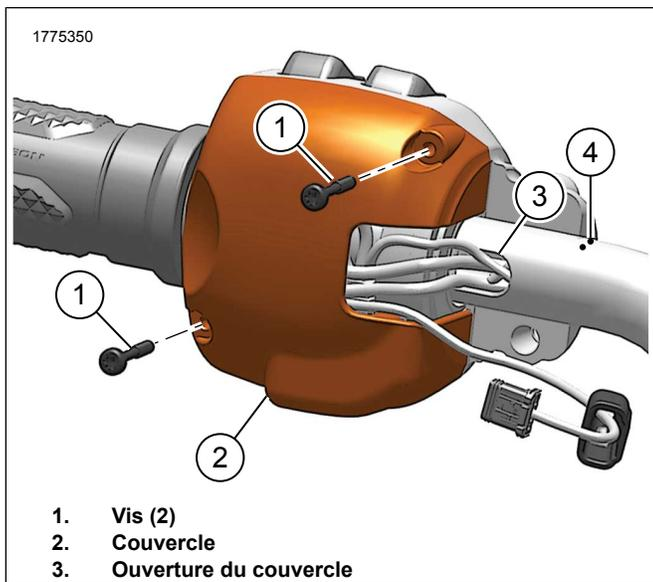
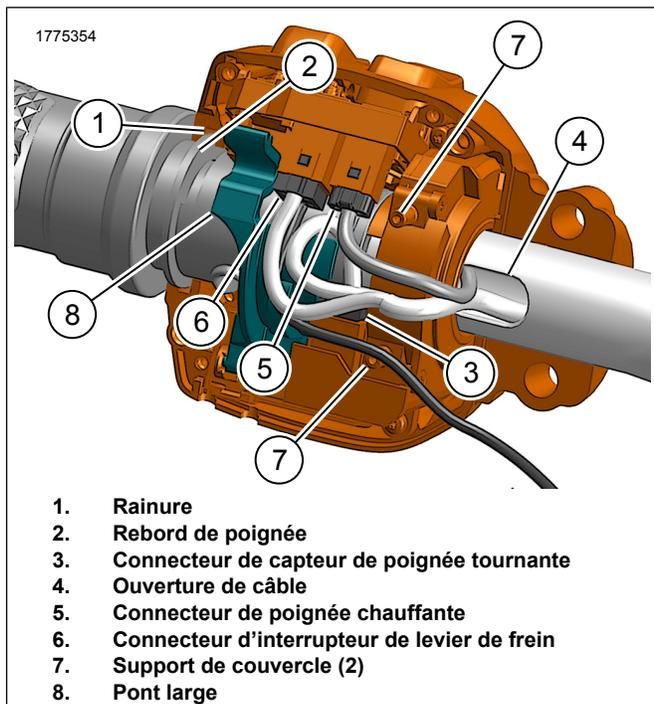
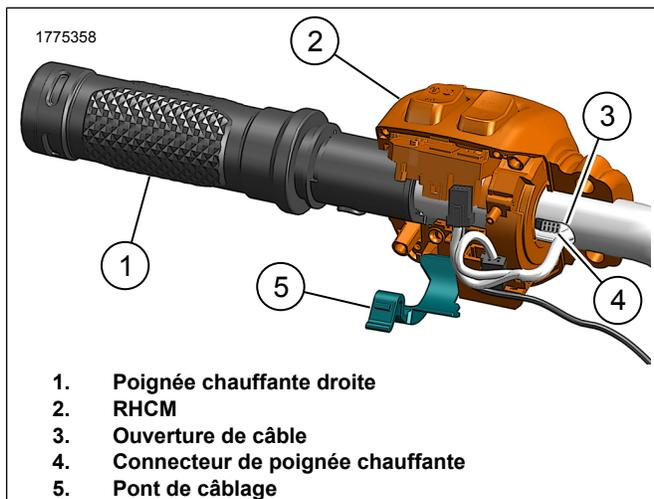

Figure 9. Couvercle du RHCM
Figure 10. Connexions du RHCM
Figure 11. Retrait/installation de la poignée droite
2. Voir la figure 9. Déposer le couvercle de RHCM .
- a. Déposer les vis (1).
- b. Déposer le couvercle (2).
3. Voir la figure 10. Débrancher les connecteurs.
- a. Débrancher le connecteur de l'interrupteur du levier de frein (6).
- b. Débrancher le connecteur chauffant de la poignée (5).
- c. Débrancher le connecteur du capteur de poignée tournante (3).
4. Voir la figure 11. Retirer la poignée chauffante droite.
- a. Ouvrir le pont de câblage (5).
- b. Retirer la poignée (1) tout en passant le connecteur de la poignée (4) par l'ouverture du câble (3).
- c. Retirer la poignée (1).
5. Déposer le RHCM (2).
1. Voir la figure 11. Installer la poignée chauffante droite.
- a. Passer le câble de la poignée à travers le guidon tout en guidant la poignée droite (1).
- b. Sortir le connecteur de la poignée (4) par l'ouverture du câble (3).
- c. Voir la figure 10. Installer la lèvres (2) de la poignée dans la rainure (1) sur le RHCM .
- d. Fermer le pont de câblage (8).
2. Installer le RHCM (2) sur le guidon.
3. Voir la figure 10. Brancher les connecteurs.
- a. Brancher le connecteur de capteur de poignée tournante (3).
- b. Brancher le connecteur de l'interrupteur de levier de frein (6).
- c. Brancher le connecteur de poignée chauffante (5).
- a. Voir la figure 10. Vérifier que les câbles se trouvent entre les supports du couvercle (7).
- b. Voir la figure 9. Guider les câbles à travers l'ouverture du couvercle (3).
- c. Poser le couvercle (2).
- d. Poser les vis (1). Serrer.
Cette arête doit être pré-assemblée dans la rainure de RHCM à ce stade lorsqu'elle est glissée sur le guidon, comme indiqué dans Figure 10.